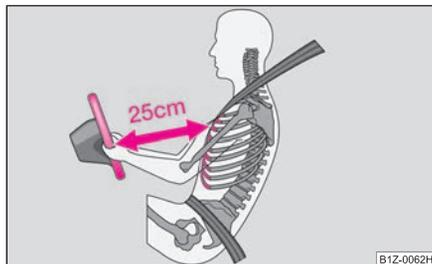

Abb. 116 Sicherer Abstand vom Lenkrad
- Für den Fahrer und Beifahrer ist es wichtig, einen Abstand von mindestens 25 cm vom Lenkrad bzw. von der Schalttafel einzuhalten ⇒ Abb. 116. Wenn Sie den Mindestabstand nicht einhalten, kann Sie das Airbag-System nicht schützen – Lebensgefahr! Außerdem müssen die Vordersitze und die Kopfstützen immer der Körpergröße entsprechend richtig eingestellt sein.